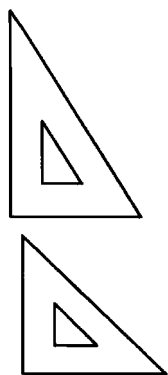
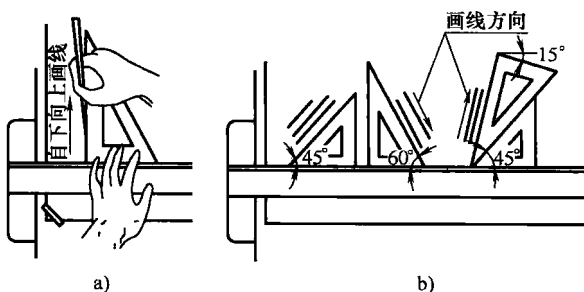
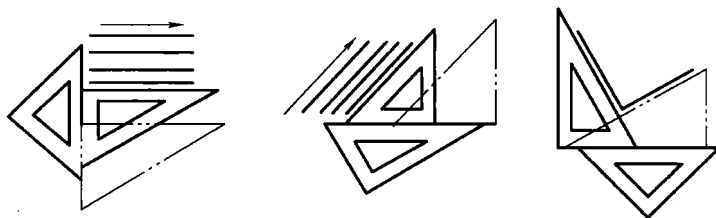

图 2-3 三角板
图 2-4 三角板与丁字尺配合画垂直线和各种斜线
图 2-5 用三角板画平行线及垂直线
3. 三角板 三角板由两块（45°直角三角板和 60°直角三角板）组成一副，如图 2-3 所示。三角板除了直接用来画直线外，与丁字尺配合还可以画出垂直线以及与水平方向成 15°或者 15°倍角的斜线，也能画出这些线的平行线，如图 2-4 所示。两块三角板配合使用时，可以画出各种角度的相互平行或垂直的线，如图 2-5 所示。